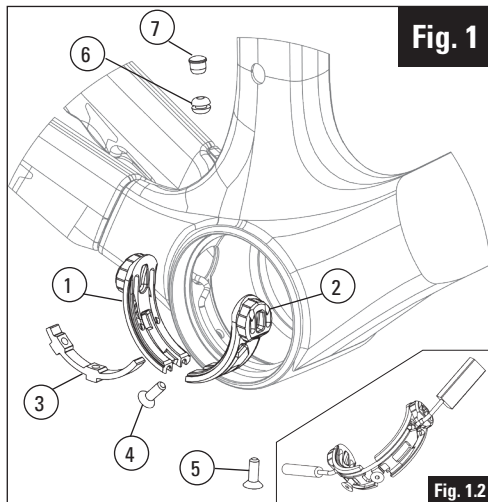

Fig. 1
**PASSAGE DES CÂBLES DANS LE BOITIER DE PÉDALIER (Fig. 1)**
- 1- Une fois le pédalier démonté, dévisser les deux vis ④ ⑤ avec une clé Torx T20, puis retirer la bride en aluminium ③.
- 2- Retirer les deux guides liner ① ②.
**THREADING THE CABLES INTO THE BOTTOM BRACKET (FIG. 1)**
- 1- Once the pedals are removed, unscrew the two screws ④ ⑤ with a T20 Torx wrench, then remove the aluminum ③.
- 2- Remove the two liner guides ① ②.